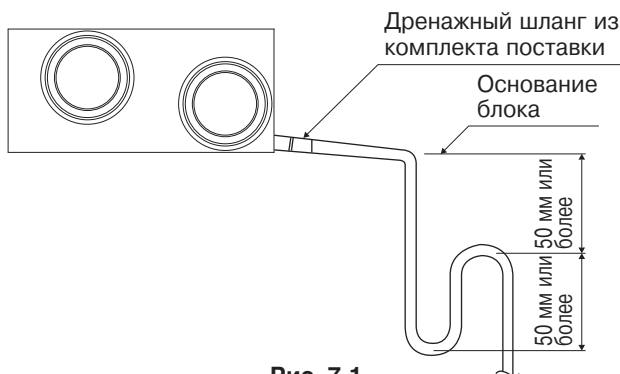

Рис. 7-1
- В случае использования системы прямого соединения через воздуховод, при работе устройства внутри него возникает отрицательное давление по отношению к атмосферному давлению, поэтому необходимо предусмотреть отстойник на спускном отверстии. (См. рис. 7-1)